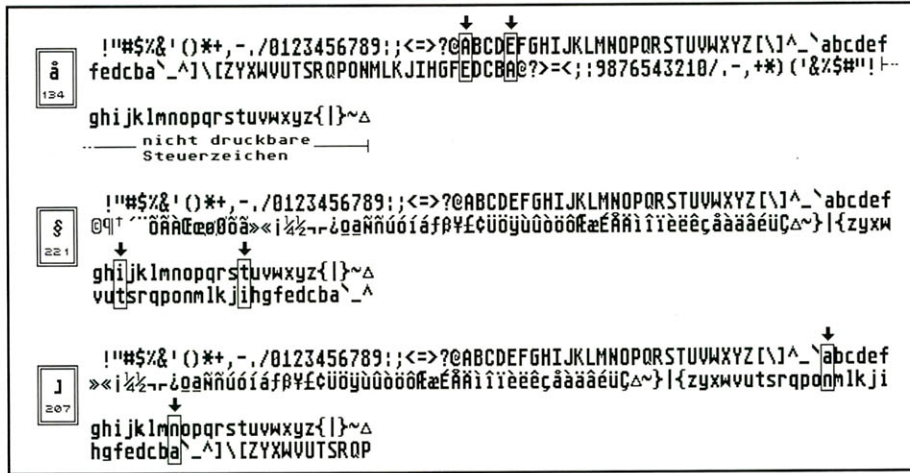

Abb. 6: Kombinationsmöglichkeiten in einer polyalphabetischen Chiffrierung
(s. Listing) übernehmen, das nach denselben Prinzipien arbeitet, die auch in der statistischen Sprachanalyse verwendet werden (4). Da ein Schlüsseltextzeichen aus der additiven Kombination zweier Buchstaben der Umgangssprache entstanden ist, brauchen nur sämtliche mögliche Kombinationen daraufhin durchgesehen zu werden, ob und wenn ja, in welcher Zusammensetzung in ihnen die Verbindungen zweier häufig vorkommender Buchstaben zutrifft. In Abb. 6 sind alle Buchstaben-Kopplungen von Klartext und Schlüsselwort aufgelistet, die zu den ersten drei Schlüsseltextzeichen (ASCII-Werte '134', '221' und '207') führen. In allen drei Fällen tritt jeweils nur eine Kombination der oben angegebenen häufig vorkommenden Buchstaben auf, nämlich 'A-E' (Abb. 6 oben), 'i-t' (Abb. 6 Mitte) und 'a-n' (Abb. 6 unten). Somit hat das Programm die ersten drei Buchstaben von Klartext und Kodewort ausfindig gemacht. Im unteren Teil von Abb. 5 sind alle vom Programm enträtselten Buchstaben aufgeführt. Da man nicht weiß, welcher Buchstabe zum Klartext bzw. zum Schlüsselwort gehört, wäre der nächste Schritt die Zusammenstellung der gefundenen Buchstaben zu sinnvollen Wörtern. Mit etwas Gespür läßt sich im Beispiel leicht das periodische Schlüsselwort 'Atari ST' ausmachen; der Klartext resultiert - da man das Prinzip kennt - aus der Subtraktion der ASCII-Werte von Schlüsseltext und Kodewort.